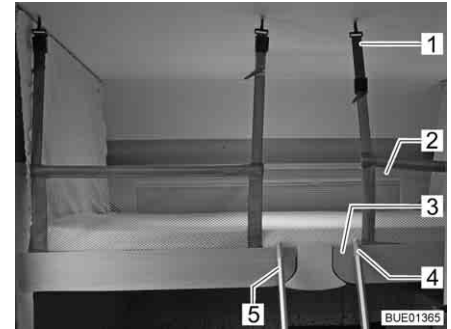

Fig. 113 Lit escamotable avec filet de sécurité tendu
Le filet de sécurité (Fig. 113,2) avec les sangles de sécurité se trouve dans le lit escamotable sous le matelas. Ne tendre le filet de sécurité qu'une fois que les personnes se trouvent dans le lit escamotable.
- Suspendre les sangles de sécurité (Fig. 113,1) aux crochets situés au plafond.
**Echelle de montée** Ne monter sur le lit escamotable qu'avec l'échelle de montée (Fig. 113,5) fournie.
*Accrocher :* ■ Accrocher l'échelle de montée (Fig. 113,5) à la barre-poignée (Fig. 113,3) du lit escamotable à l'aide des deux étriers (Fig. 113,4).
*Ranger :* ■ Décrocher l'échelle de montée (Fig. 113,5) de sur la barre-poignée (Fig. 113,3) du lit escamotable.